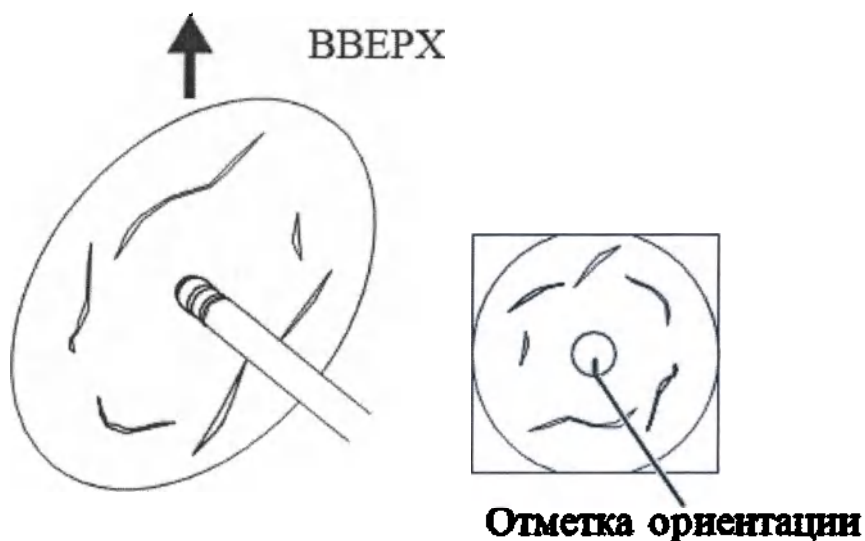

Рис.8.2
- Соответствие между направлением эндоскопа и отметкой ориентации на изображении показано на рисунке Рис. 8.2.